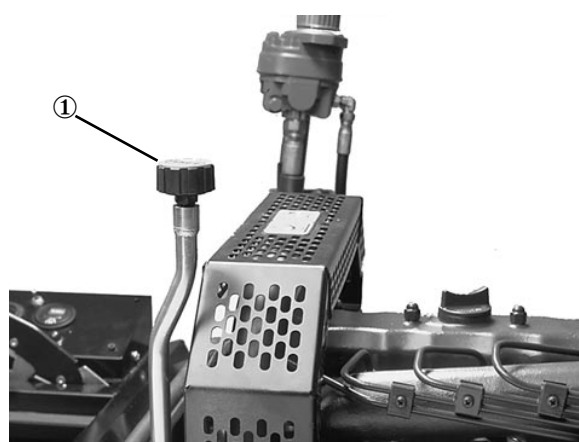

Fig. 36
SKIFTE AV DEN HYDRALUISKE UTLUFTEREN (fig. 36)
1. Mål avstanden senter til senter (i akselhøyde) fremme og bak på styrehjulene (fig. 36). Målet fremme skal være 3 mm mindre enn målet bak.